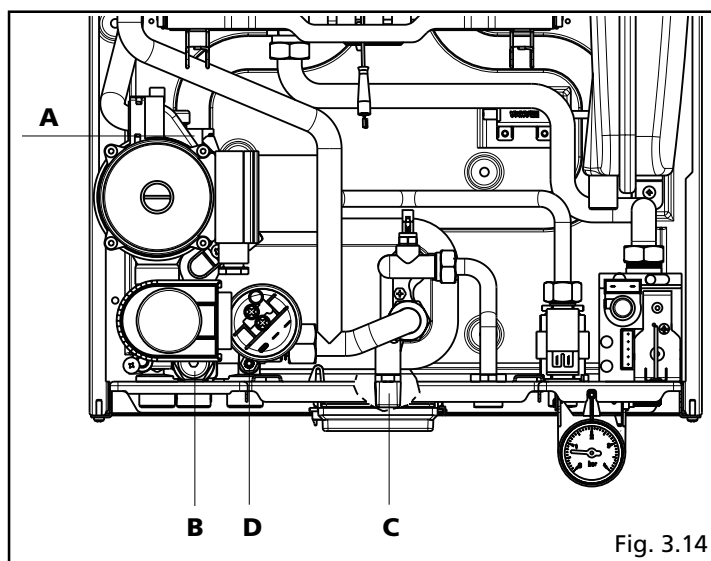
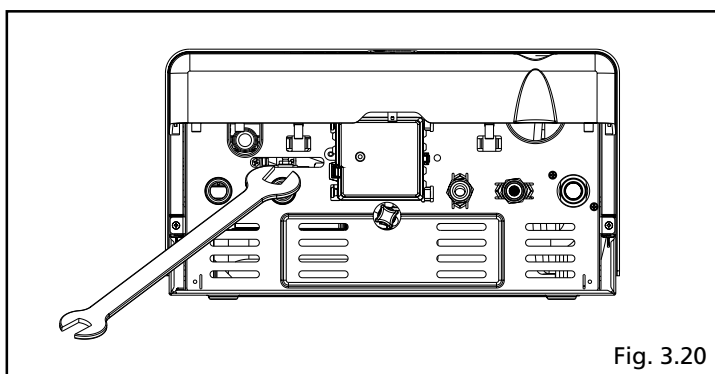

Fig. 3.14
Fig. 3.20
Per i riferimenti ai vari componenti consultare il disegno raffigurato in fig. 3.14. Effettuati i collegamenti idraulici, si può procedere al riempimento dell'impianto di riscaldamento. Questa operazione deve essere eseguita ad impianto freddo effettuando le seguenti operazioni:
- allentare la valvola di scarico caldaia (D, fig. 3.14) attraverso l'apertura posta sul fondo della caldaia (fig. 3.20)